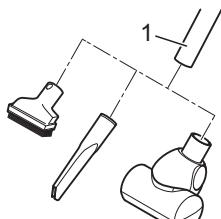

Abb. 9
5. Stecken Sie die gewünschte Düse auf das untere Ende des Teleskoprohres (Abb. 9/1).